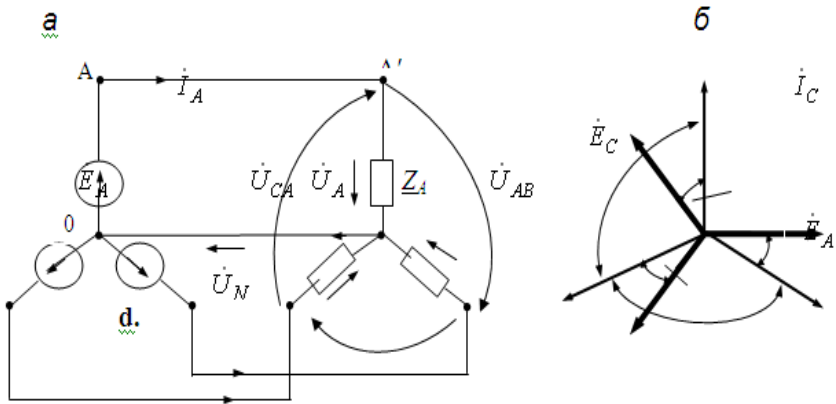

Рис. 21. Схема соединения «звезда»
Трехфазная цепь, соединенная по схеме, «звезда», имеет ряд особенностей (рис. 21).
При симметрии фазных ЭДС и равенстве комплексных сопротивлений всех трех фаз цепи ( $\underline{Z}_A = \underline{Z}_B = \underline{Z}_C = \underline{Z}_\Phi = R \pm jX$ ) комплексные токи определяемые в соответствии с формулой закона Ома ( $\dot{I}_\Phi = \dot{U}_\Phi / \underline{Z}_\Phi$ ), имеют одинаковые действующие значения и сдвинуты друг относительно друга по фазе на  $120^\circ$  (как это показано на рис. 21, б). Они образуют симметричную систему фазных токов.
**Пример 1** Трехфазная цепь (рис. 21, а) состоит из генератора, вырабатывающего симметричную систему ЭДС с действующим значением  $E = 220$  В и симметричного приемника, соединенного «звездой», сопротивление каждой фазы которого составляет